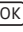

Fig. 23 Lado direito do volante multifunções: botões para comando dos menus e exibições de informação do instrumento combinado.
- Se uma mensagem ou o pictograma do veículo forem exibidos, pressionar o botão **OK** → Fig. 23, caso necessário, pressionar várias vezes.
- Para a exibição de um menu e para navegar através do menu, pressionar o botão  ou  → Fig. 23.
- Para acessar o menu ou a tela de informação exibida, pressionar o botão  → Fig. 23 ou esperar até que o menu ou a tela de informação abra por si só após alguns segundos.
- No menu exibido, pressionar os botões de seta  ou  → Fig. 23, até que o item de menu desejado esteja selecionado.
- Pressionar o botão  → Fig. 23 para assumir a alteração desejada. Um “sinal de visto” identifica a ativação da função ou do sistema.